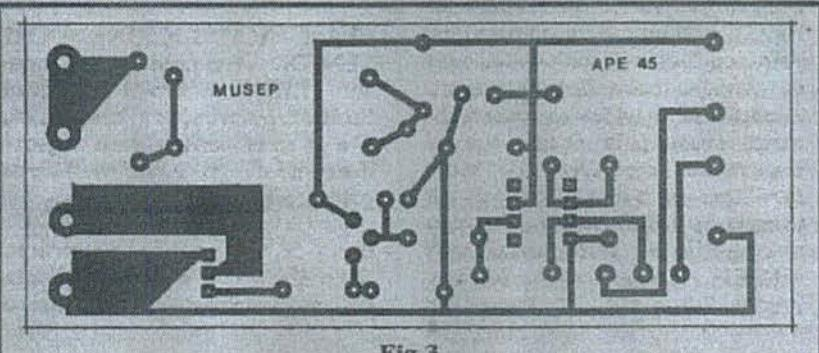

Fig.3
- FIG. 3 - LAY OUT DO CIRCUITO IMPRESSO ESPECÍFICO - Apesar de tratar-se de um dispositivo de Potência, a ausência de relé (cuja função elétrica, no MUSEP, é exercida pelo TRIAC) e de transformador de força (substituído, no circuito, pela prática e pequena fonte interna, à resistência capacitiva...) permite manter as dimensões em parâmetros bem modestos... Com isso a plaquinha (em escala 1:1, na figura...) permanece pequena e simples, "descomplicando" bastante sua confecção, mesmo que o Leitor/Hobbyista ainda não seja um "macaco velho" no assunto... Bastará um pouco de cuidado e atenção, além do cumprimento dos preceitos enumerados nas INSTRUÇÕES GERAIS PARA